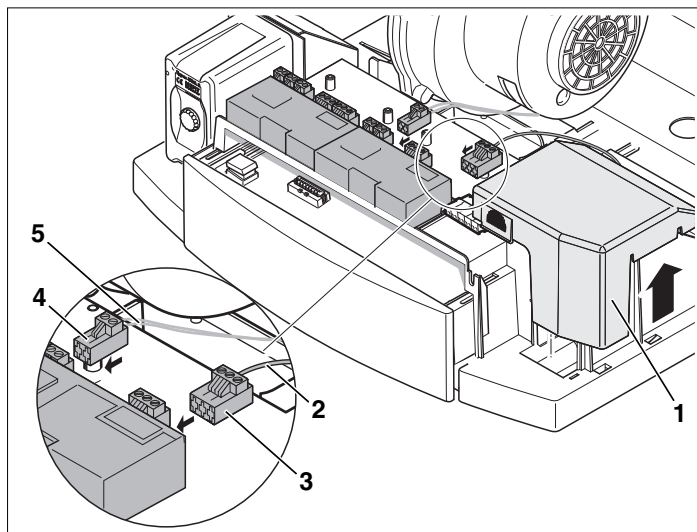

Рис. 3 Выполнение электрических подключений
- Снять крышку клеммной коробки (Рис. 3, **поз. 1**).
- Правильно вставьте сетевой провод (Рис. 3, **поз. 2**) и шину (Рис. 3, **поз. 5**) из кабельного жгута отопительного котла в клеммы (Рис. 3, **поз. 3** и **4**) функционального модуля.
- Правильно подключите другие компоненты к клеммам (Рис. 3, **поз. 3** и **4**) функционального модуля в соответствии со схемой соединений.